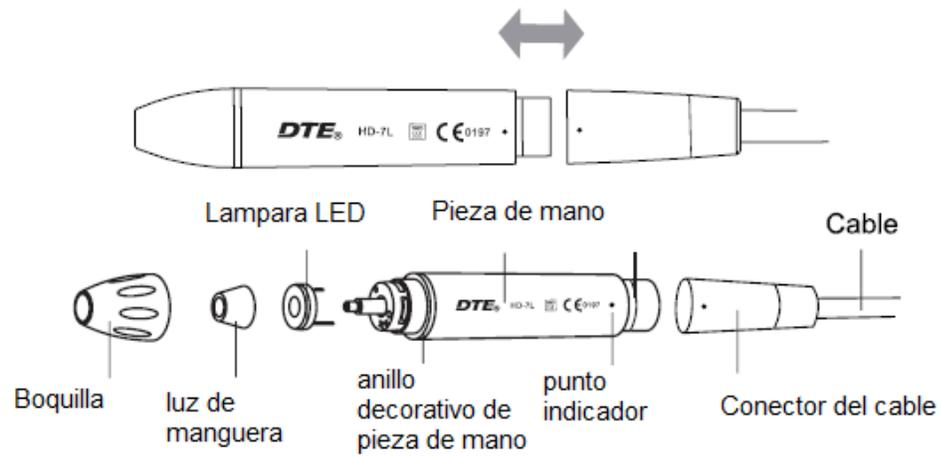

Figura 4
d) La figura 4 muestra el mapa guía para la conexión de la pieza de mano desacoplable
2.1.2 Instrucciones de componentes principales para pieza desacoplable (mostrada en figura 4):